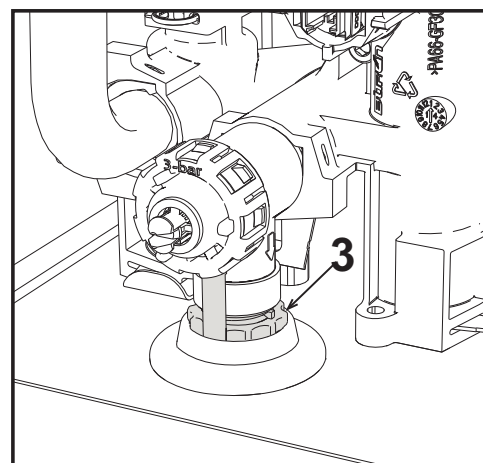

fig. 27
Draai de ringmoer (ref. 3 - fig. 27) linksom om de kraan te openen en de installatie af te tappen. Gebruik geen gereedschappen en werk alleen met uw handen.